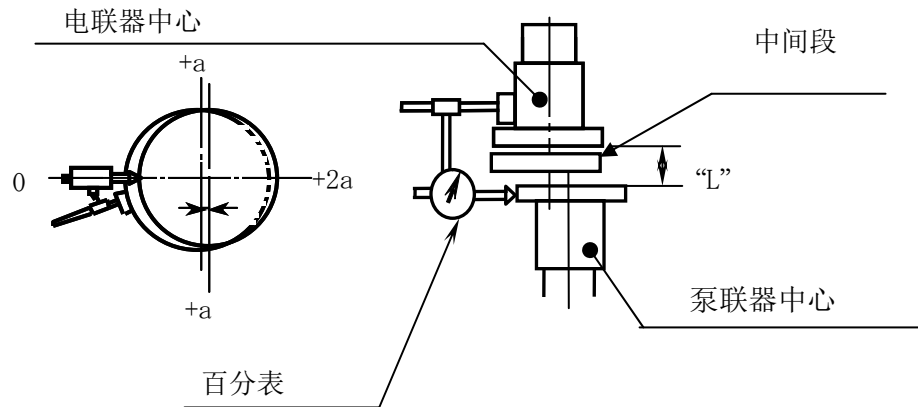

图 4.8
(2) 调整电机使电机侧联轴器与泵侧联轴器对齐，调节电机架上的顶螺栓来使电机水平移动。检查电机中心。如图4.8所示将百分表连接到联轴器上，并转动电机轴，然后调整上面的4处调整螺栓，轴的偏移是百分表读数的一半。当测量仪表读数时，切勿触摸轴或联轴器。